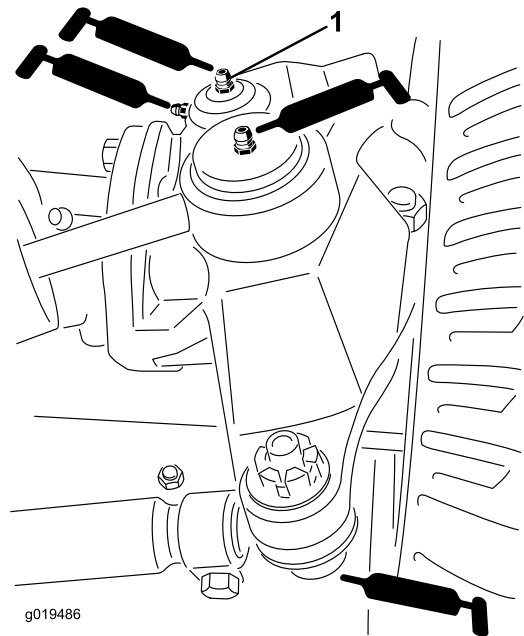

図 42
- ・ 後アクスルのタイロッド（2本）（図 42）
- ・ ステアリングシリンダのボールジョイント（2ヶ所）（図 42）
- ・ キングピンのブッシュ（2ヶ所）（図 42）。但しキングピン上部は1年に1回のみ（ポンプ2回押し）のみとする。